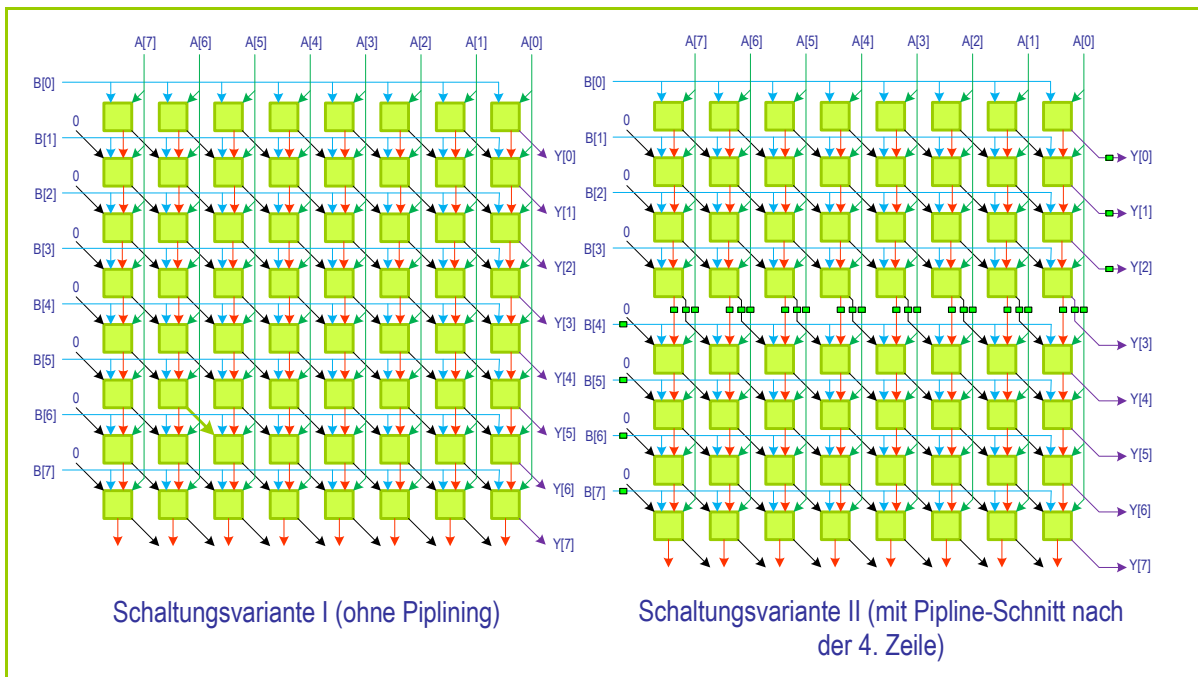

Abbildung 12 Processing-Element-Array mit und ohne Pipelining
8. Die Eingangswerte von A und B sind seit einiger Zeit 0, sodass alle internen Signale entsprechend initialisiert wurden. Ermittelt für die nun synchron angelegten Eingangsdaten $A=171$ und $B=227$, welche Verlustleistungen sich in den beiden Schaltungsvarianten (mit bzw. ohne Pipelining) für die Rechenoperation $A * B$ ergeben. Betrachtet dabei nur das Array der CS-Processing-Elemente ohne den VMA-Block. Berücksichtigt, dass alle durch Pipeline-Schnitte hinzugefügten D-Flip-Flops die Verlustleistung erhöhen können. Mögliche Schaltungsvarianten (vgl. Abbildung 12) sind: